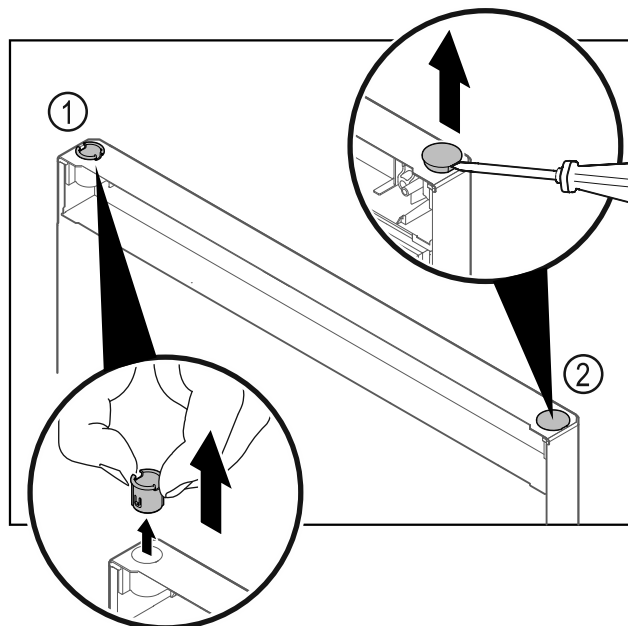

Fig. 31
- ▶ Витягніть шарнірну втулку Fig. 31 (1) пальцями.
- ▶ За допомогою шліцевої викрутки обережно підніміть заглушку Fig. 31 (2) та витягніть її.